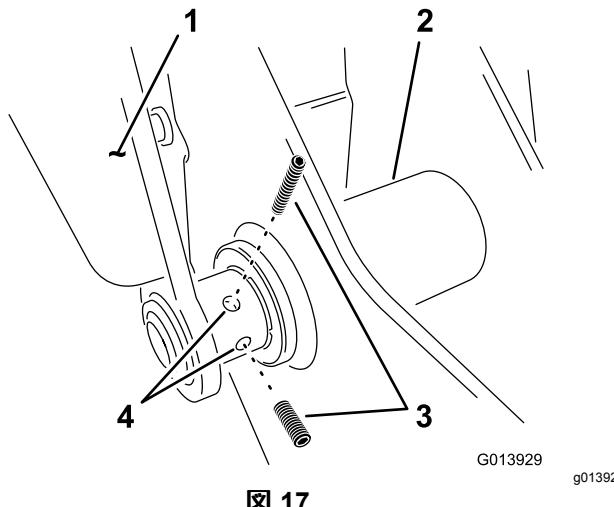

図17
9. 左アームの下側ヒンジ部に固定ねじ2本を取り付ける図17。